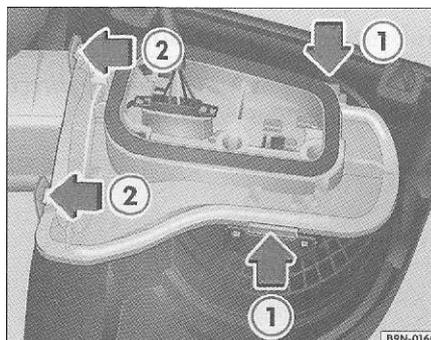

Fig. 130 Suporte das lâmpadas na carroceria: acesso às lâmpadas
- Pressione as travas => fig. 130 @ e © no sentido das setas e retire o suporte das lâmpadas.